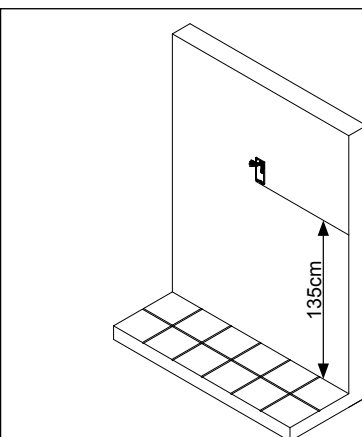
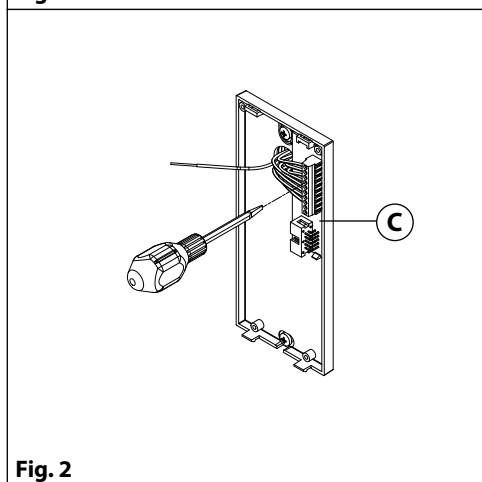

Fig. 3
Fig. 2
- Appoggiare la base del citofono alla parete tenendo una distanza di circa 135cm tra la parte bassa della base ed il pavimento (**Fig. 2**) quindi prendere i riferimenti per i fori nella parete considerando che il gruppo di fili **(A)** deve passare attraverso l'apertura **(B)** (**Fig. 3**).
- Come mostrato in **Fig. 3**, fissare la base del citofono alla parete facendo passare il gruppo di fili **(A)** attraverso l'apertura **(B)**.